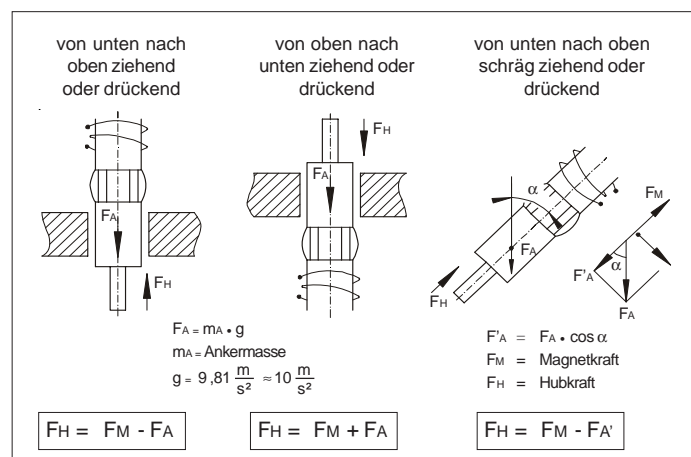

Bild 2.1.3.1
2.1.3 Die **Hubkraft  $F_H$**  ist die Magnetkraft, welche unter Berücksichtigung der zugehörigen Komponente des Anker gewichtes nach außen wirkt. (Bild 2.1.3.1)